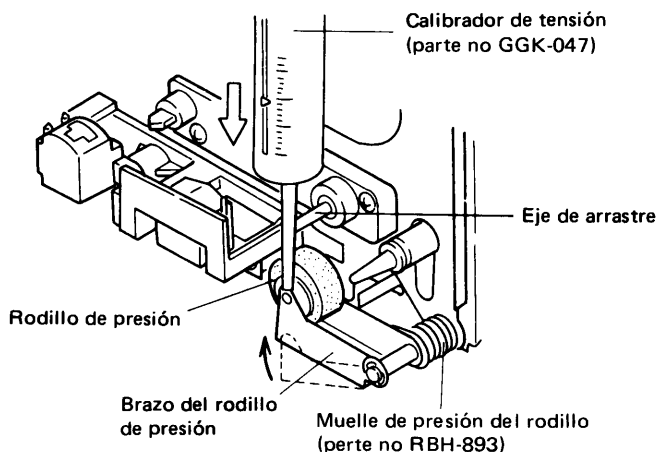

Fig. 12-1 Ajuste del rodillo de presión
2. Presionar con cuidado el brazo del rodillo de presión con un calibrador de tensión (parte de servicio no. GGK-047) y separar ligeramente el rodillo de presión del eje de arrastre. (ver la Fig. 12-1.)